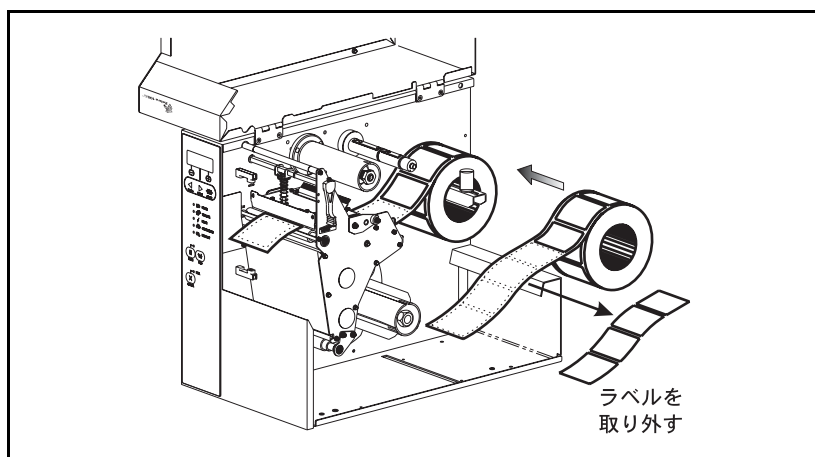

図 10
4. 印刷ヘッドを開けます。用紙ロールから、ラベルを約 8 インチ (200 mm) を取り外し、用紙をセットする際に、台紙のみを用紙センサーに通します。(図 10 をご参照ください。)